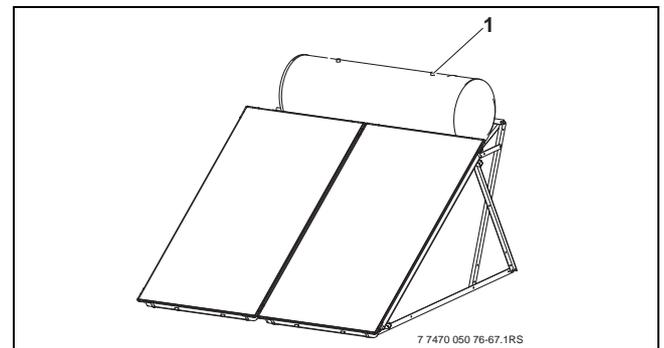

Fig. 82 Encher o sistema
- ▶ Encher o acumulador, pelas aberturas superiores, com fluido solar (Fig. 82, [1]), até este sair pela entrada de enchimento.